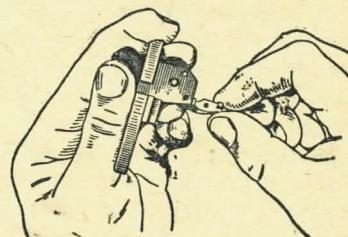

Рис. 88. Как вставить шептalo
**вставить шептало с осью:** удерживая колодку в левой руке, большим пальцем левой руки несколько отвести головку курка назад, правой — вложить шептало так, чтобы пружина его верхним концом поместилась в соответствующем гнезде колодки (рис. 88); вставить ось шептала;